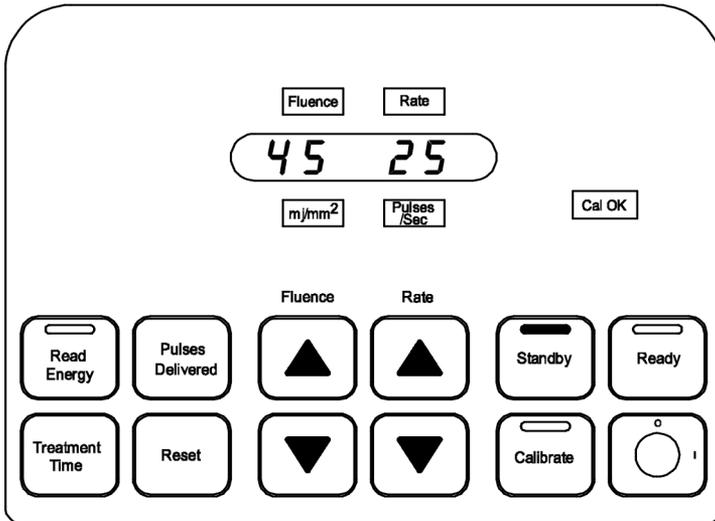

Figura 8
1. Se ingresa en el modo de **espera** desde el modo de **calibración** presionando el botón **Standby**. (Figura 8)
4. La luz de advertencia **Cal OK** permanece iluminada. (Figura 8)